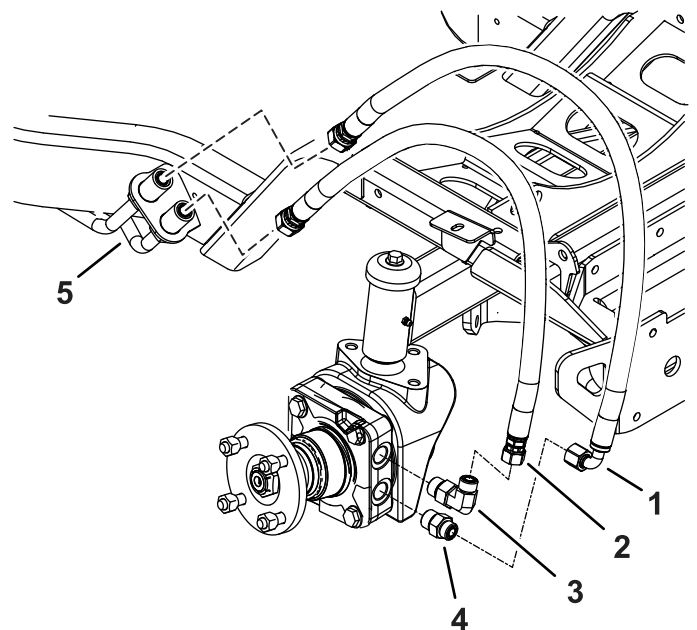

図 11
3. ホイールモータに新しいストレートフィッティングと 90° エルボフィッティングを取り付ける **図 11**。
付きホースに取り付ける 図 11。
スを取り付ける 図 11。
16. キャップを外してホースを図 11 のように正しく取り付け。キャップは1個ずつ取り外すこと。
17. 残っているキャップを外して、ホースを油圧ラインに接続する図 11。